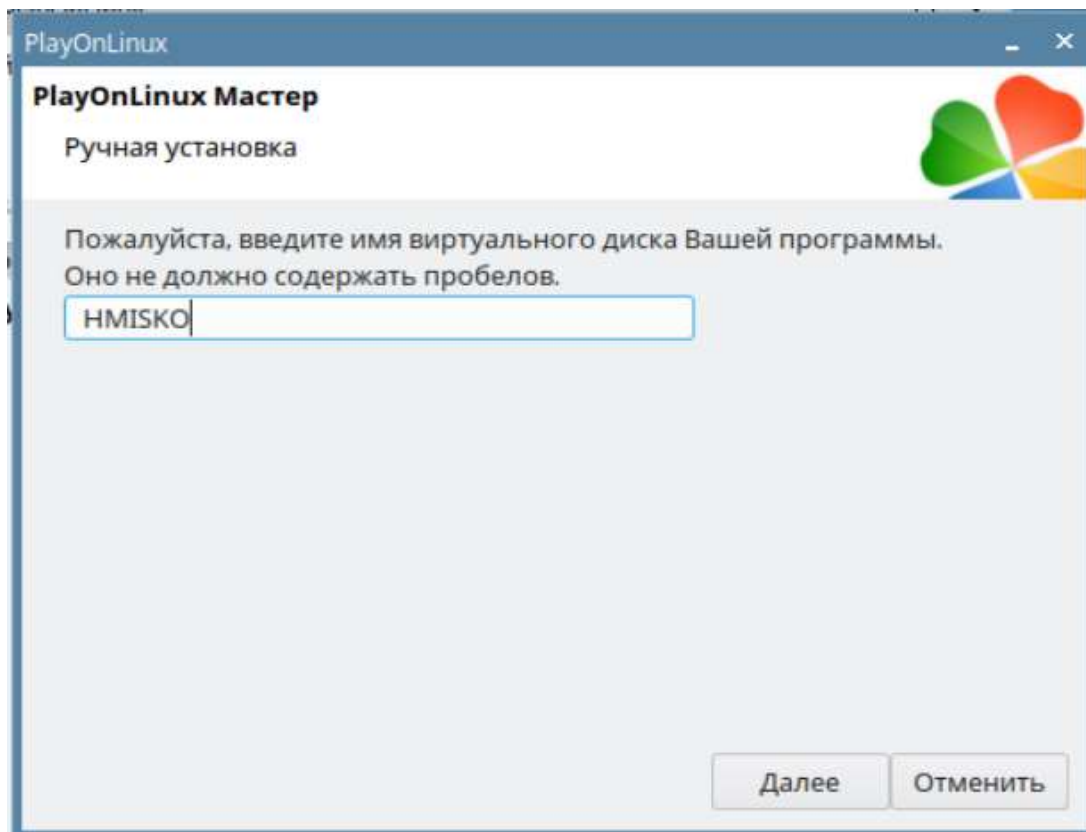

Рис. 9.30 Имя виртуального диска
10. Введите название приложения **«HMISKO»** (Рис. 9.30).